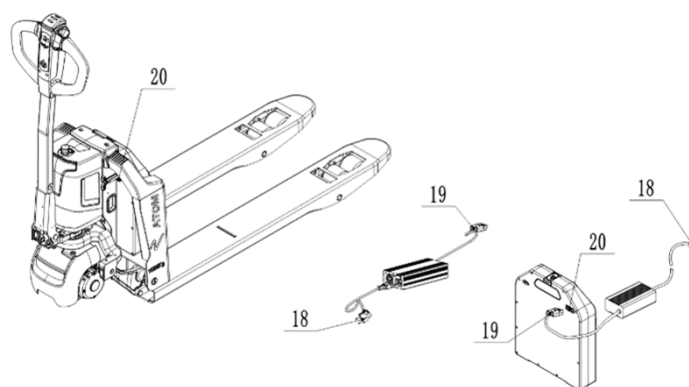

Рис.13: Зарядка аккумулятора
- Выключите тележку и подключите вилку зарядного устройства (рис. 13, поз. 18) к розетке электропитания, подсоедините штекер зарядного устройства (рис. 13, поз. 19) к гнезду зарядки (рис. 13, поз. 20) аккумулятора. Зарядное устройство начинает заряжать аккумулятор.